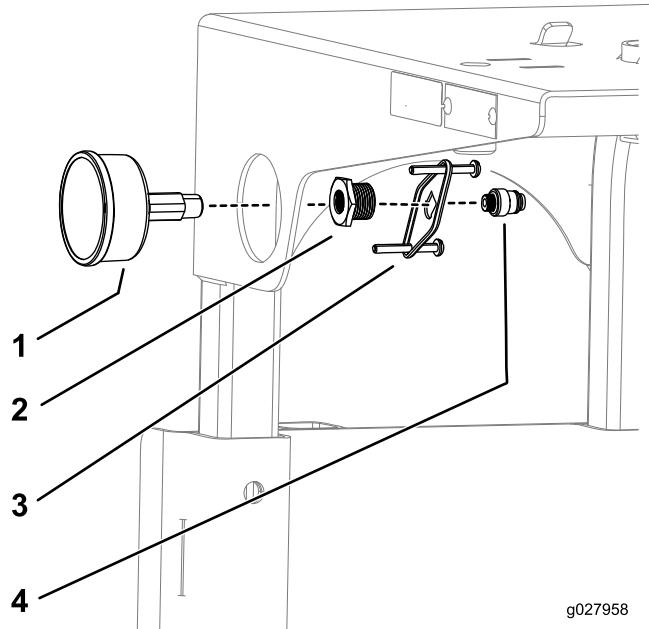

图 15
7. 在压力表的螺纹上缠上聚四氟乙烯生料带并按照图 15 所示安装压力表总成。